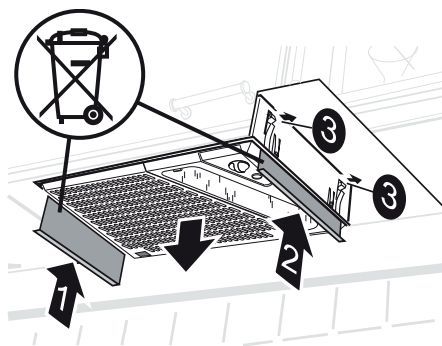

Fig. 6
Tryk afmonteringspladerne (1 og 2) op mellem emhætten og indbygningsrammen, så fjedrene (3) frigøres. Træk emhætten ned fra indbygningsrammen, Fig. 6.